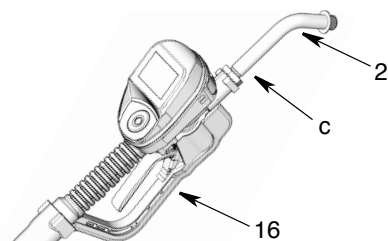

图 8
1. 调整加长管 (2) 上的螺母 (c)，以便可以利用加长管最大啮合 (图 8)。
2. 将加长管 (2) 拧入机罩内并拧到底 (图 8)。
3. 将加长管 (2) 与计量分配阀机罩和手柄 (16) 对准 (图 8)。
4. 牢固拧紧螺母 (c) (图 8)。